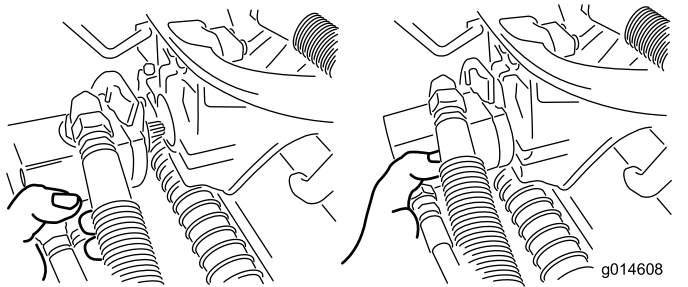

Bild 48
3. Legen Sie den Motor am Aufbewahrungsort vorne am Aufhängearm ab (Bild 48).